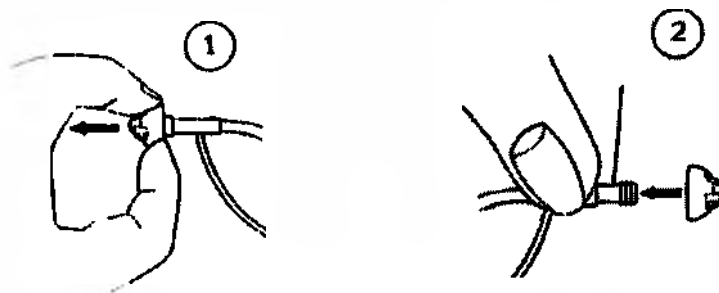

Рисунок 24 – Снятие колпачка
- взяться за самое широкое место колпачка и снять колпачок с кончика трубки (рисунок 24);